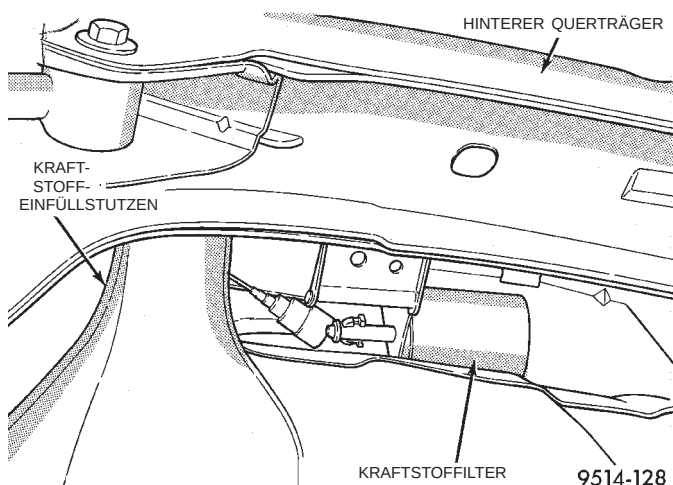

Abb. 17 Kraftstofffilter
(10) Die Kraftstoff-Versorgungsleitung von der Kraftstoffpumpeneinheit demontieren.
(11) Den Kraftstofffilter ausbauen (Abb. 17).